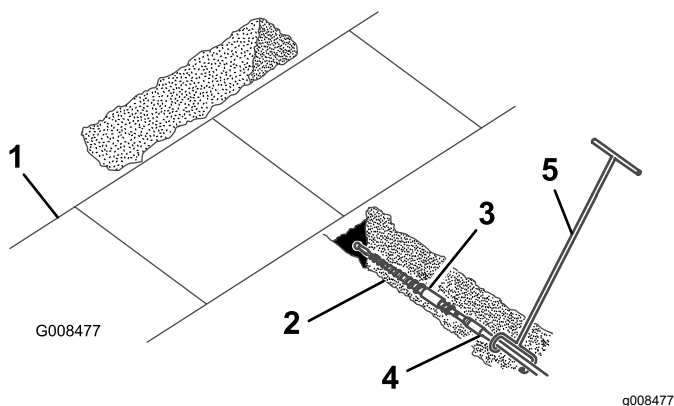

Figure 27
4. Accouplez le guide-tige juste derrière le trépan (Figure 27).
7. Faites avancer lentement le groupe de déplacement pendant que la personne munie du guide-tige guide le trépan dans le sol (Figure 27).